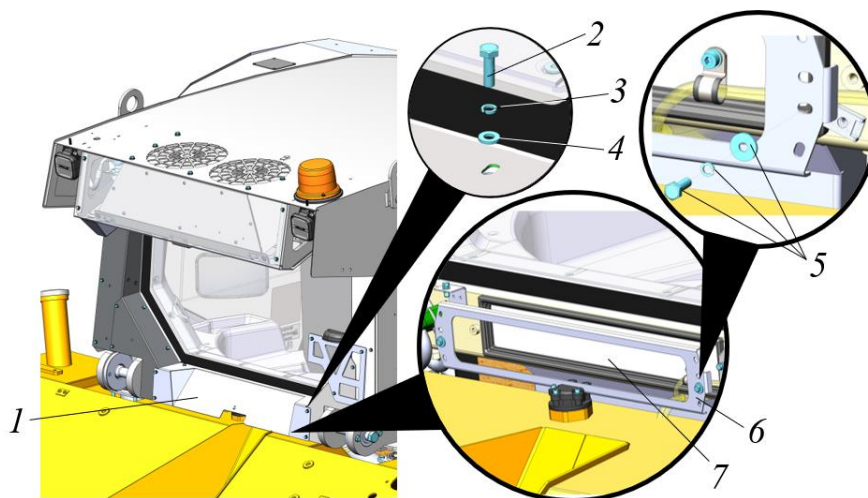

Рисунок 5.65. Процедура замены фильтрующего элемента в кабине оператора
Фильтрующий элемент расположен в задней части кабины под бампером, см. рис. 5.65. Замену фильтра производить согласно п. 5.1 График ТО и контроля, либо ранее при работе машины в условиях повышенной запыленности.
- ▶ Ключом  на 10 выкрутить шесть болтов 2, снять шайбы 3 и 4, см. рис. 5.65